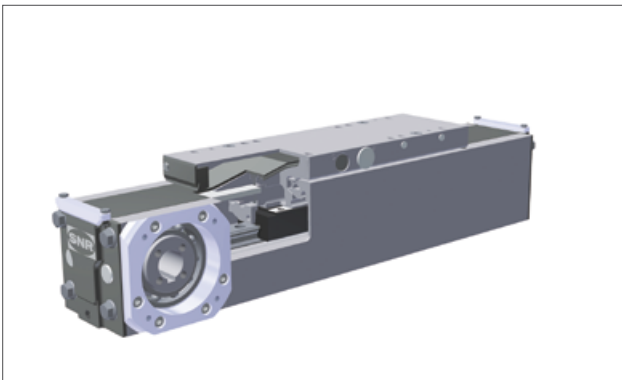

Bild 5.4 — AXF mit Zahnriemenantrieb
- 2 Antriebsvarianten: Zahnriemen- und Spindeltrieb (Bild 5.4 und 5.5)